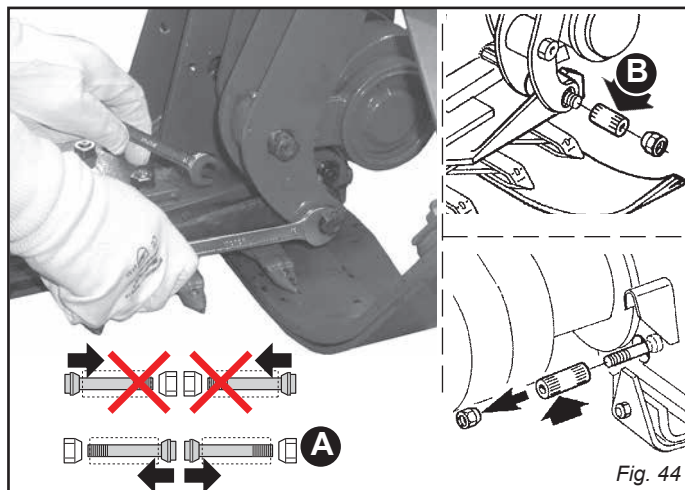
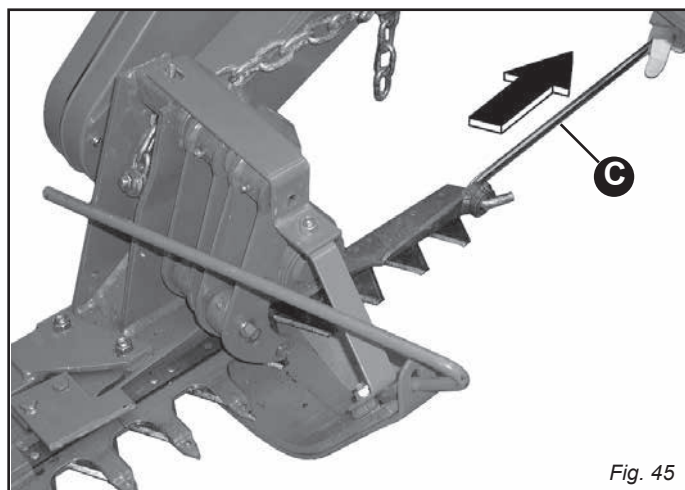

Fig. 44
Fig. 45
Die Spreizbolzen müssen wie in Abb. 44 (A) gezeigt wieder eingesetzt werden; dabei werden die Schrauben und die Kegelmutter mit einem Anzugsmoment von bis zu 30 Nm festgezogen.
- Den Spreizbolzen (B, Abb. 44) entfernen und die Abschnitträgerstange (Abb. 45) mit der Kupplungsspannstange (C, Abb. 45) herausziehen.
- Den Spreizbolzen entfernen (B, Abb. 44) und die Abschnitthaltestange herausziehen (Abb. 45).
- Den Spreizbolzen entfernen (B, Abb. 44) und die Zahnträgerstange herausziehen (Abb. 45).